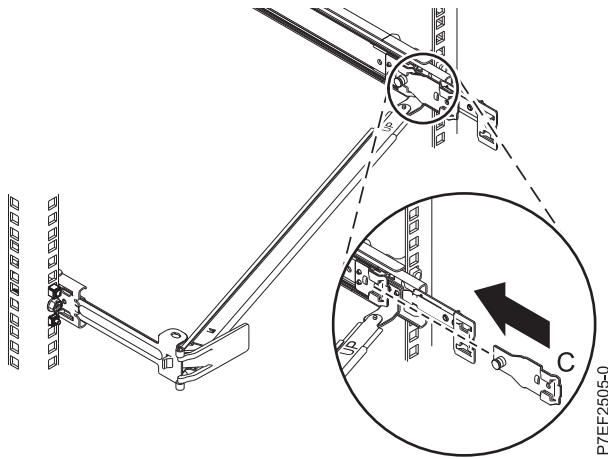

Figura 14. Instalación de la abrazadera de montaje en el riel deslizante
- Conecte la pieza de sujeción de tope de portacables (**B**) a la ranura en la parte interior del lado izquierdo deslizando la pieza de sujeción de tope (**B**) en el riel deslizante hasta que el pestillo accionado por resorte quede fijado. Para obtener detalles, consulte la Figura 14 en la página 11.